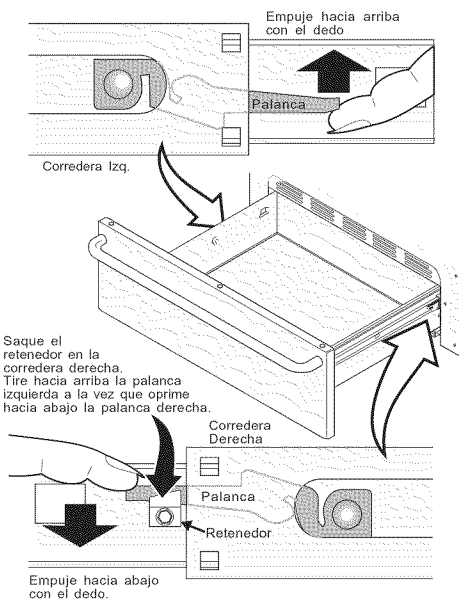

Figura 1
3. En la corredera de la derecha usted encontrará un retenedor sujeto con un tornillo de cabeza hexagonal (ver Figura 1). Usando una llave de casquillo de 1/4" saque el retenedor.